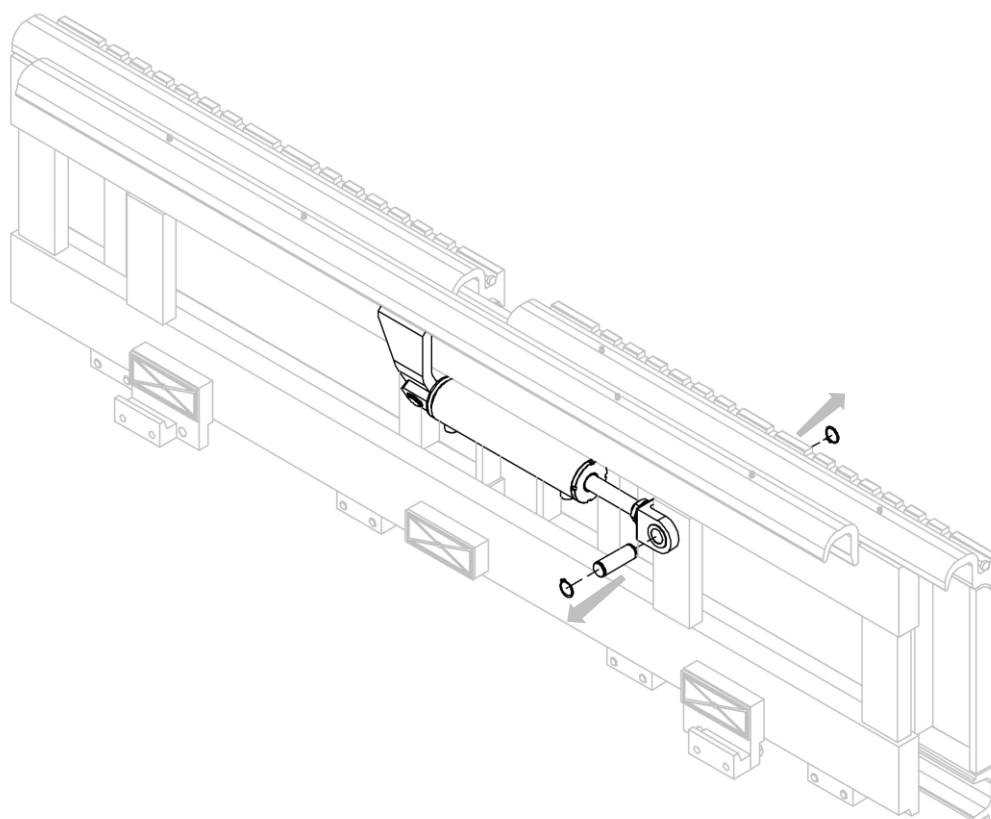

Figura 2
4. Retirar el pasador, con los anillos elásticos adecuados, que une el cilindro de desplazamiento de la estructura trasera, y por tanto también el relativo doble gancho, a la estructura del equipo (mira *Figura 2*).